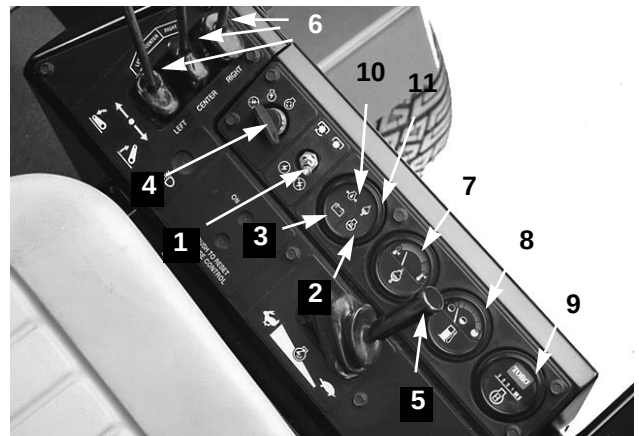

Figure 14
**Commande d'embrayage des unités de coupe** (Fig. 14)—Pour démarrer et arrêter les unités de coupe. Lever la commande et la déplacer vers l'avant pour actionner l'unité de coupe. L'unité centrale est embrayée en premier, suivie des unités latérales environ 1 seconde après.
**Voyant des bougies de préchauffage** (Fig. 14)—Assure automatiquement la durée de préchauffage appropriée lorsque la clé de contact est tournée sur ON (MARCHE). S'allume lorsque les bougies de préchauffage sont activées. Lorsqu'elles sont suffisamment chauffées, le voyant s'éteint pour signaler que le moteur est prêt à démarrer.
**Voyant de charge** (Fig. 14)—S'allume en cas de mauvais fonctionnement du circuit de charge du système.
**Contacteur d'allumage** (Fig. 14)—Trois positions: OFF (ARRET), ON (MARCHE) et START (DEMARRE). Tourner dans la clé sur START et la relâcher lorsque le moteur démarre. Pour couper le moteur, tourner la clé sur OFF.
**Commande des gaz** (Fig. 14)—Pousser la commande vers l'avant pour augmenter le régime du moteur et vers l'arrière pour le diminuer.
**Commandes de relevage des unités de coupe** (Fig. 14)—Les deux leviers extérieurs relèvent et abaissent les unités de coupe latérales. Le levier central relève et abaisse toute l'unité de coupe. L'unité de coupe ne peut être abaissée que si le moteur tourne. Lorsque les unités latérales sont relevées à plus de 15°, les lames sont automatiquement débrayées. Pour abaisser l'unité de coupe, il suffit de toucher brièvement les leviers.
**Jauge de température du liquide de refroidissement** (Fig. 14)—Indique la température du liquide de refroidissement.
**Jauge de carburant** (Fig. 14)—Indique la quantité de carburant dans le réservoir.
**Compteur horaire** (Fig. 14)—Indique le nombre d'heures de fonctionnement de la machine.
**Voyant avertisseur de pression d'huile moteur** (Fig. 14)—Signale une pression d'huile moteur dangereusement basse.
**Voyant avertisseur de température du liquide de refroidissement** (Fig. 14)—Le voyant rouge s'allume et le moteur s'arrête si la température du liquide de refroidissement dépasse 110°C.